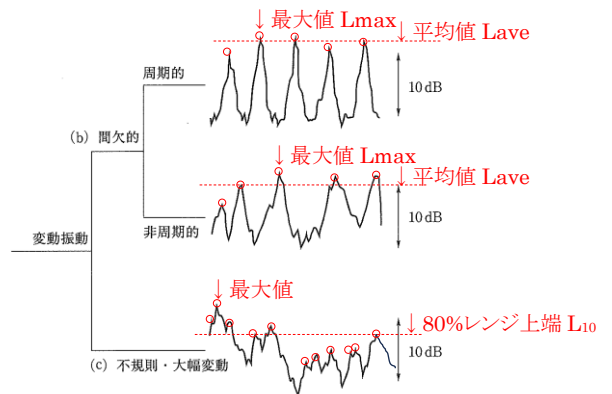
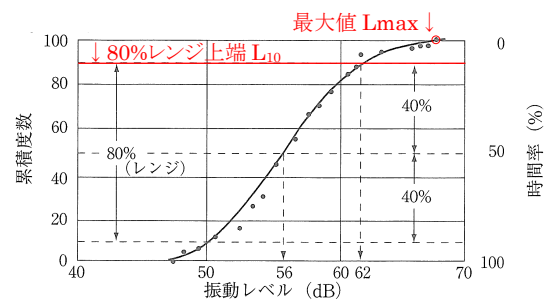

図1 振動レベルの時間的変動の基本形1)
図2 80%レンジの上端値の決定例1)
- 二 測定器の指示値が周期的又は間欠的に変動する場合は、その変動ごとの指示値の最大値の平均値とする(図1(b))
- 三 測定器の指示値が不規則かつ大幅に変動する場合は、5秒間隔、100個又はこれに準ずる間隔、個数の測定値の80パーセントレンジ※1の上端値とする(図1(c))(図2)
※1 80%レンジの上端値 $L_{10}$ とは図2に示しますように、累積度数の上下10%を除いた範囲(レンジ)の上端値です。